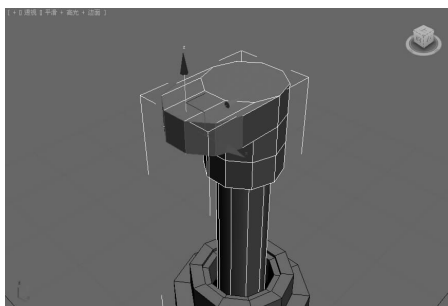

图 5-99 挤出多边形 ▲
(6)单击“挤出”按钮右边的按钮,在弹出的对话框中设置“挤出高度”为3,单击“确定”按钮,效果如图 5-99 所示。